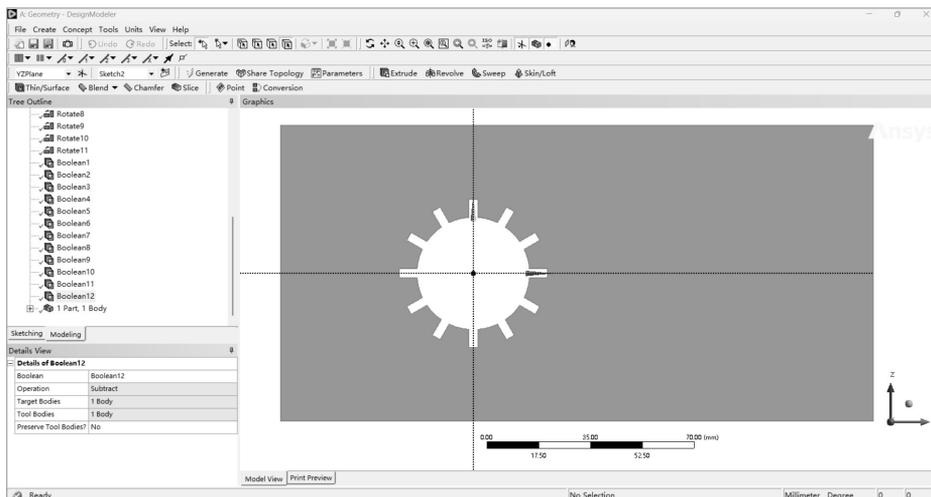

图 2-39 布尔运算
(13) 在菜单栏中单击 Create 菜单，选择  Boolean (布尔运算) 命令，在弹出的“布尔运算”对话框中设置 Operation 为 Subtract (减去)，Target Bodies 为上面创建的 SurfaceSk1，Tool Bodies 为上面创建的 SurfaceSk2，Preserve Tool Bodies 为 No，然后单击 Generate (生成) 按钮  生成 Boolean1。采用同样的步骤，Target Bodies 保持不变，Tool Bodies 依次选择上面创建的 Rotate2 ~ Rotate11，依次生成 Boolean2 ~ Boolean12，如图 2-39 所示。